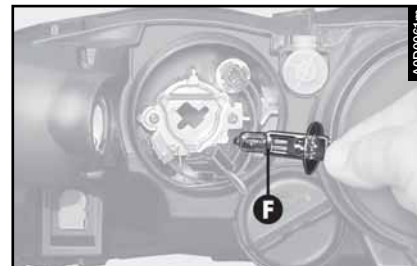

fig. 31
- sacar la lámpara (**F- fig. 31**).